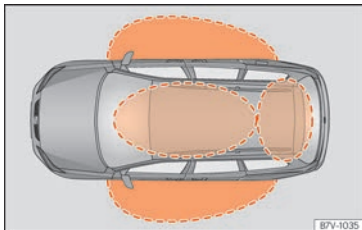
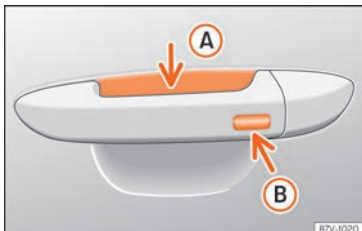

Abb. 91 Keyless Access: Näherungsbereiche.
Abb. 92 Türgriff: Sensorflächen
» Abb. 92
Keyless Access ist ein schlüsselloses Start- und Schließsystem, mit dem das Fahrzeug ohne aktive Fahrzeugschlüsselbenutzung ent- bzw. verriegelt werden kann. Dazu müssen sich lediglich ein gültiger Fahrzeugschlüssel im Erkennungsbereich für den Zugang zum Fahrzeug befinden » **Abb. 91** und eine der Sensoren an den Türgriffen berührt werden » **Abb. 92** » **!**
Wenn sich ein gültiger Fahrzeugschlüssel in einem Näherungsbereich » **Abb. 91** befindet,
- Umfassen Sie den Türgriff. Dabei wird die Sensorfläche » Abb. 92 (A) (Pfeil) im Türgriff berührt und das Fahrzeug entriegelt sich.
- Berühren Sie *einmal* die Sensorfläche » Abb. 92 (B) (Pfeil) am Türgriff. Die Tür, an welcher der Griff betätigt wird, muss geschlossen sein.
- Berühren Sie *einmal* die Sensorfläche » Abb. 92 (B) (Pfeil) am Türgriff. Das Fahrzeug ist mit der „Safe“ » Seite 113-Sicherheitssystem verriegelt. Die Tür, an welcher der Griff betätigt wird, muss geschlossen sein.
- Berühren Sie *zweimal* die Sensorfläche » Abb. 92 (B) (Pfeil) am Türgriff, um das Fahrzeug ohne das Sicherheitssystem „Safe“ zu verriegeln » Seite 113.
Wenn sich ein gültiger Fahrzeugschlüssel in der Nähe » Abb. 91 der Heckklappe befindet, entriegelt die Heckklappe beim Öffnen des verriegelten Fahrzeugs automatisch.
- Berühren Sie die Schließaste  auf dem Funkschlüssel und berühren Sie einmal innerhalb von 5 Sekunden die Verriegelungssensorfläche am Fahrergriff » Abb. 92 (B). Greifen Sie nicht am Türgriff, da sich das Fahrzeug sonst nicht verriegelt. Die Deaktivierung »
Um mit der **Komfortfunktion** alle elektrischen Seitenfenster und das Panorama-Schiebedach zu schließen, legen Sie einige Sekunden einen Finger auf die Verriegelungssensorfläche »» **Abb. 92** (Pfeil) am Türgriff, bis die Seitenfenster und das Dach geschlossen sind.
Schlüssel in der Nähe befindet. Ist mindestens eines der elektrisch betriebenen Seitenfenster geöffnet und wird die Sensorfläche »» **Abb. 92** (Pfeil) an einem der Türgriffe permanent aktiviert, schließen sich alle Fenster.